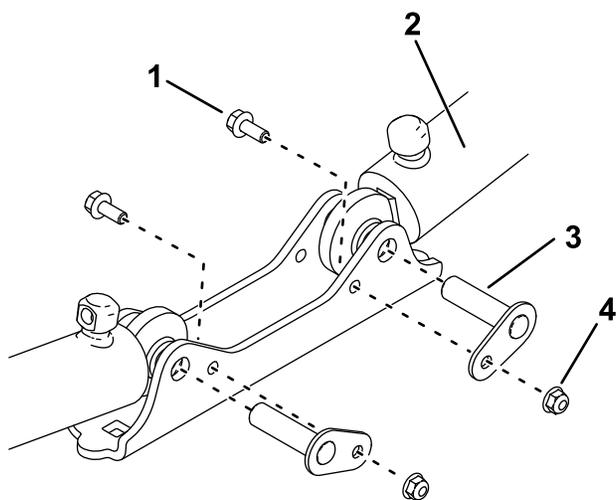

図 6
3. シリンダ取り付けプレートから油圧シリンダを外す 図 6。